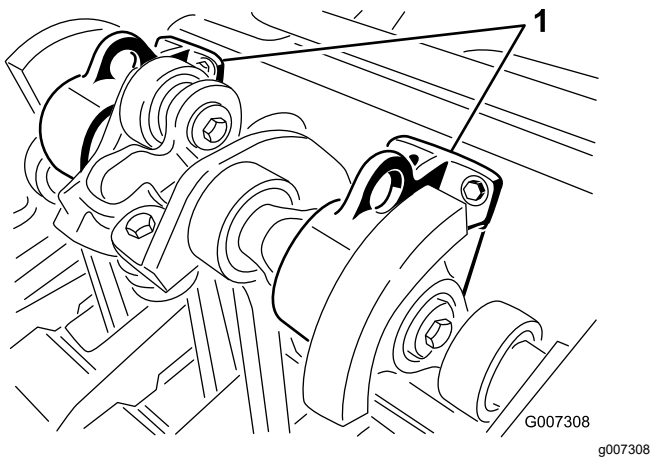

图 27
**注意** 如果可行请用起重机提起机器的后部。用打孔头轴承壳体内的孔眼作为起重机连接点 图 27。